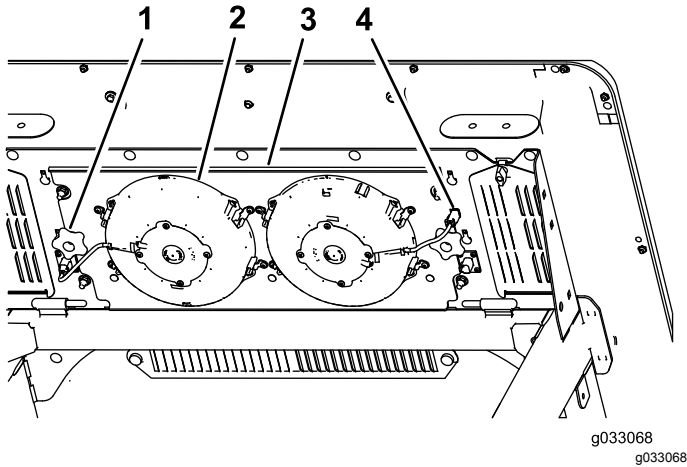

图57
3. 从插座上断开风扇的插头和电源线图57。
4. 卸下将风扇面板组件和风扇固定驾驶室顶部图57下方的2个旋钮然后取出组件。